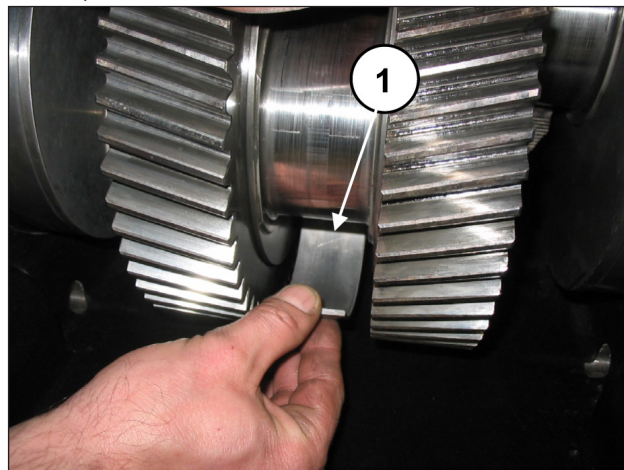

Abb. 19
Ziehen Sie die drei Lagerschalen der Pleuelhälften ab (Pos. ①, Abb. 19).